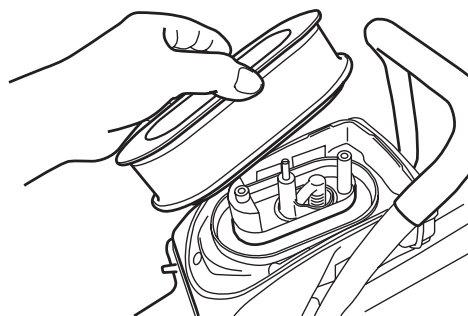

Figura 13
3. Extraiga los dos tornillos de sujeción del elemento filtrante y retire el filtro. Ver la Figura 13.